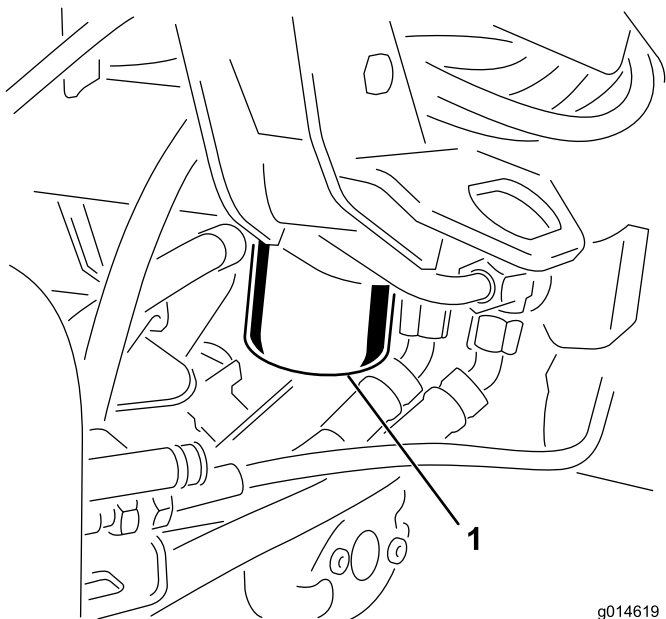

Figura 52
1. Pulite la superficie circostante il filtro (Figura 52). Collocate una bacinella di spurgo sotto il filtro e togliete il filtro.